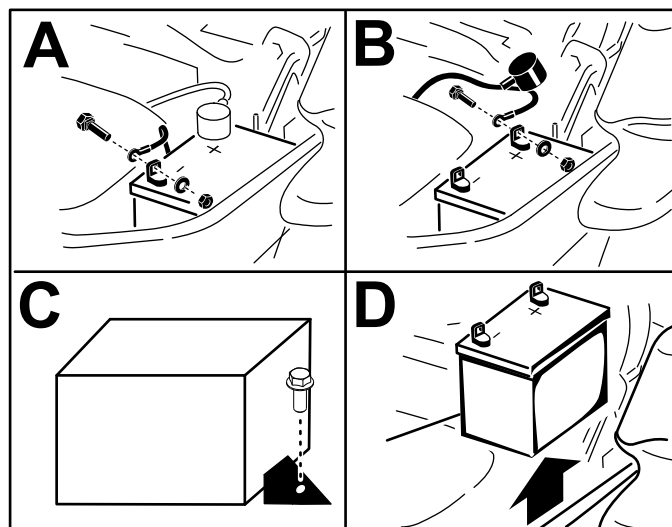

Figure 62
5. Retirez la batterie, comme montré à la Figure 62.